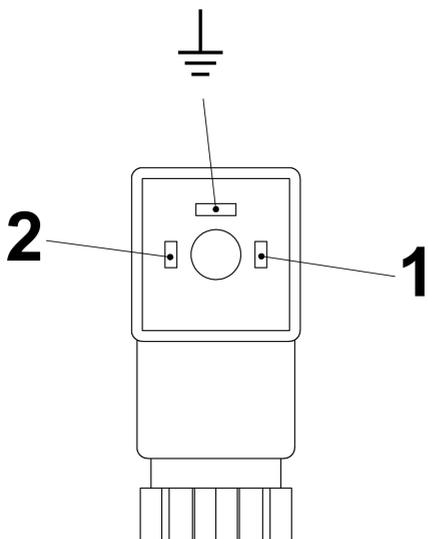
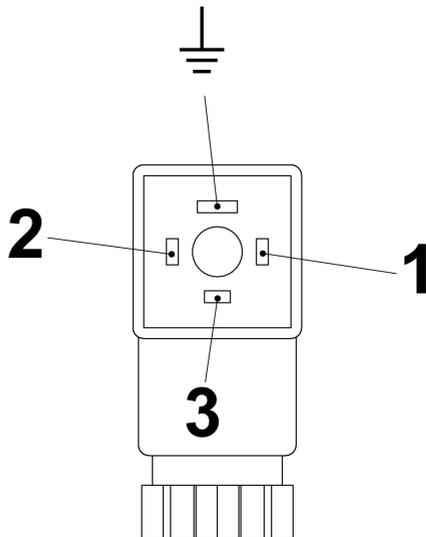

Abb. 24: Pin-Belegung Steckerdose Schließer (Form 15x50)
Abb. 25: Pin-Belegung Steckerdose Wechsler (Form 15x50)
6. ➤ Anschluss gemäß den Anschlussbildern (Abb. 24 und Abb. 25) vornehmen